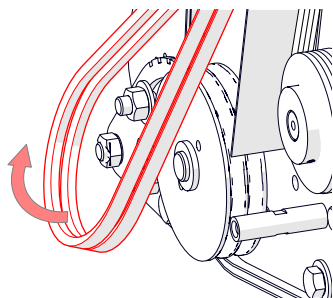

Fig. 16D – Remova e substitua a correia.
- ii. Afaste a polia de tensionamento. Retire as correias e substitua-as (Fig. 16D e 16E).